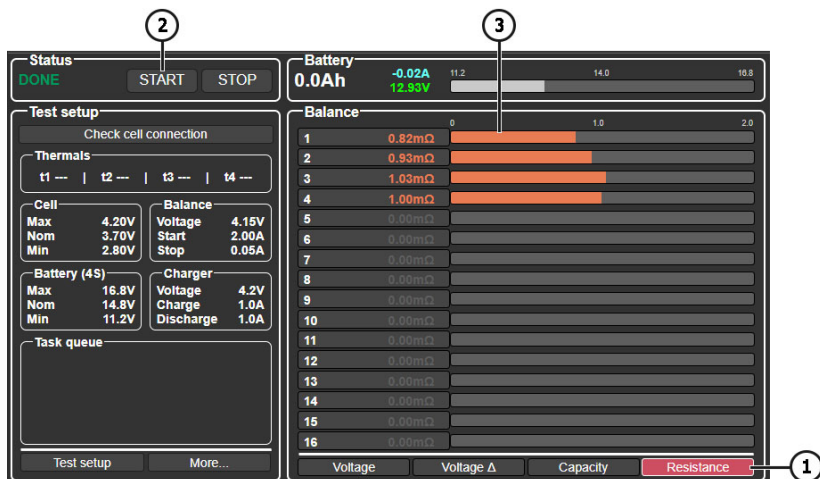

Рисунок 20
3. В главном меню выберите режим отображения значений внутреннего сопротивления кнопкой «Resistance» см. рис. 20.
4. Для запуска теста в главном меню нажмите кнопку «Start» (см. поз. 2 рис. 20). Через несколько секунд отобразятся результаты измерений (см. поз. 3 рис. 20).